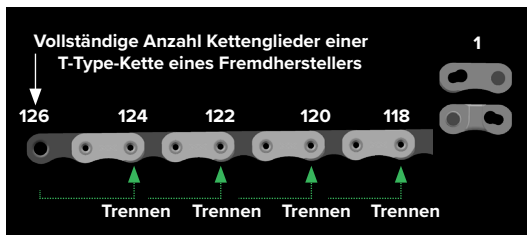

Abbildung 2
- 3 Zählen Sie von 126 bis zur Anzahl von Kettengliedern herunter, die in der Tabelle angegeben ist. Öffnen Sie die Kette mit einem zugelassenen Kettennietdrücker am inneren Glied (Abbildung 2).